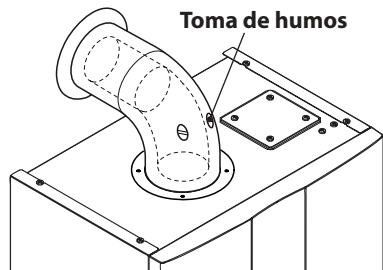

Figura 7.1
- Conecte un analizador de humos a las tomas de análisis de humos situadas en las salidas de humos de la caldera (Figura 7.1).